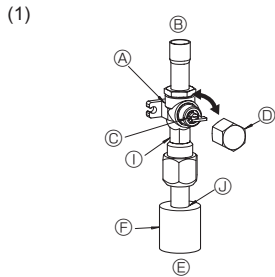
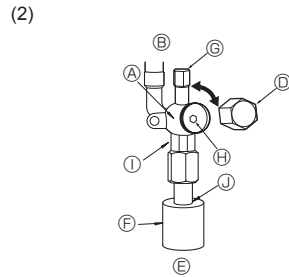

Fig. 4-6
Fig. 4-7
- (1) Côté gaz (Fig. 4-6)
- ① Enlever le capuchon, ramener la poignée vers soi et la tourner d'un quart de tour en sens inverse des aiguilles d'une montre pour ouvrir la vanne.
- ② Vérifier que la vanne d'arrêt est complètement ouverte, appuyer sur la poignée et tourner le capuchon pour le ramener sur sa position d'origine.
- (2) Côté liquide (Fig. 4-7)
- ① Retirez le bouchon, et tournez la tige de soupape à fond dans le sens antihoraire avec une clé hexagonale de 4 mm. Arrêtez de tourner quand elle frappe la retenue.